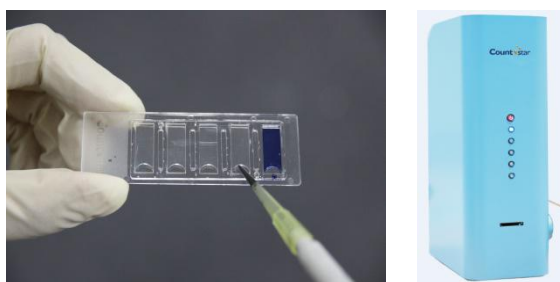

图 7 细胞计数操作
8. 加入 20 $\mu$ L 样本到 20 $\mu$ L 台盼蓝中，用移液枪反复抽吸轻轻混合均匀，吸取 20 $\mu$ L 混合样本加入计数板（图 7）。
换到下一个槽进行检测（图 7）。